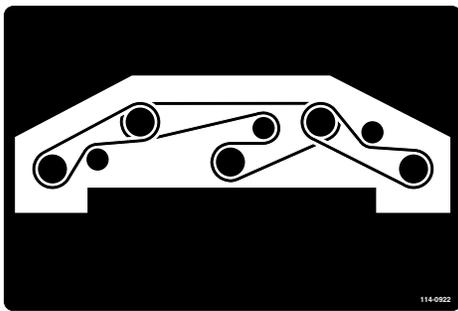

図 129
8. スピンドルプーリとアイドラプーリアセンブリに新しいベルトを回しかける 図 129。